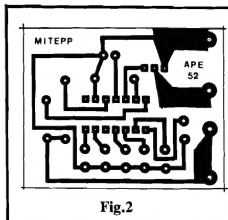

Fig. 2
- **FIG. 2 - LAY OUT DO CIRCUITO IMPRESSO ESPECÍFICO** - Uma "caquinha" de placa, super-fácil de desenhar e confeccionar...! O padrão cobreado é visto em tamanho natural na figura, podendo ser então reproduzido diretamente, via carbono... Observar a presença de algumas trilhas e fhas mais "taludadas", necessárias aos percursos que envolvem Correntes e Potências consideráveis (estágios de Saída do circuito, entre o TRIAC, a C.A. e a carga...). No mais, é só conferir muito bem ao final da confecção, usando ainda como "gabarito" os conselhos dados na Seção Permanente INSTRUÇÕES GERAIS PARA AS MONTAGENS...